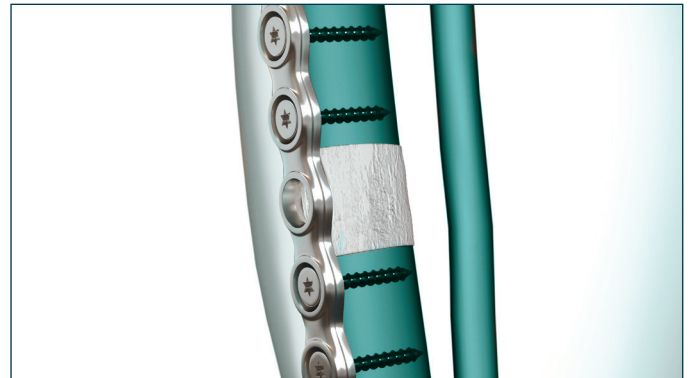

Fig. 6
5. Abschließen des Einsetzens der Schrauben gemäß präoperativer Planung (Abb.6).